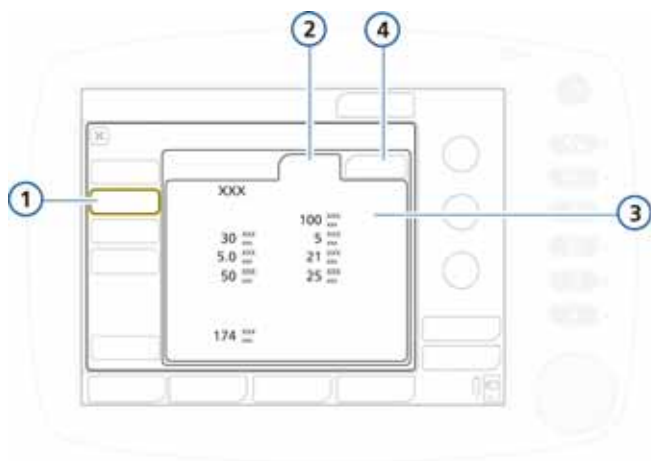

Рисунок I-10. Конфигурация контролируемых показателей режима
7. Нажмите **«Vt/ИдВес»** (для младенцев – **«Vt/вес»**), чтобы установить дыхательный объем согласно значению «ИдВес» либо фактическому весу (для младенцев). См. рис. I-10 и I-11.